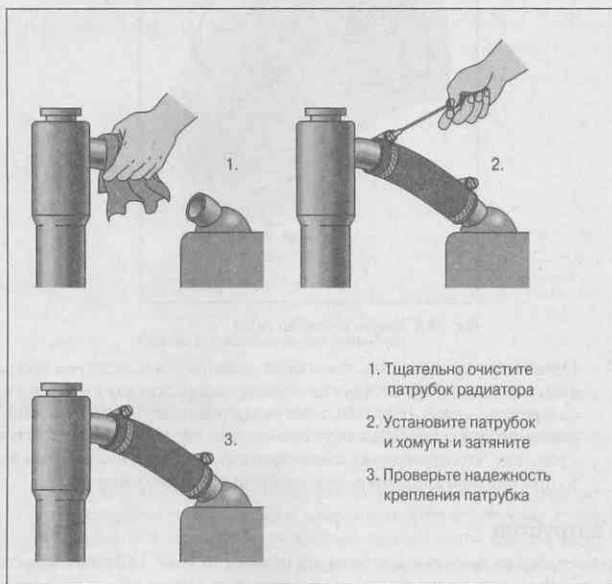

Рис. 14.9. Установка патрубков
Замена патрубка не представляет большой сложности (рис. 14.9), но в зависимости от типа заменяемого шланга в процедуре есть некоторые различия.
5. Очистите места на шлангах, на которые будут насаживаться новые хомуты (рис. 14.9).